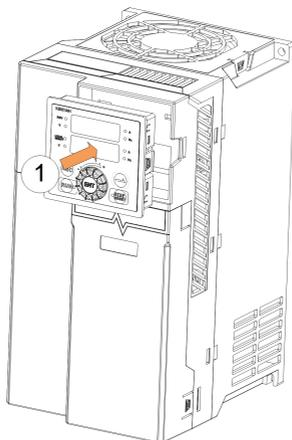

图 2-6 键盘的安装
安装键盘，如下图 2-6：将键盘平齐放入键盘槽，朝方向 ① 按压键盘至听到一咔嚓声响齐平于机器前表面即可。